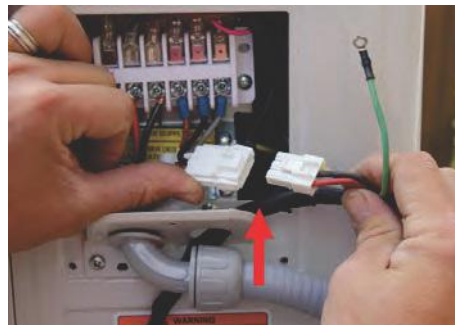

Fig. 11.1
1. Branchez votre fil de communication pré-installé de l'unité intérieure à la prise Molex extérieure. (FIG 11.1)